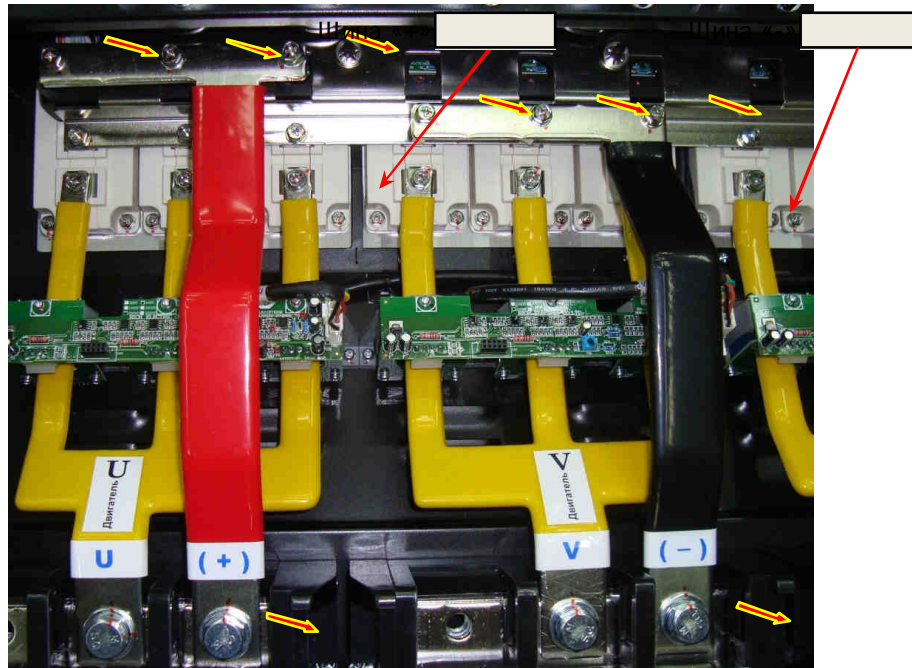

Рис. 6.12.
6.9.2. Демонтировать выходные шины «+» «-» звена постоянного тока, выкрутив 6 винтов крепления к шестигранным стойкам и 3 болта силовой клеммной колодки (рис. 6.12). Положить винты, болты и шины в тару.